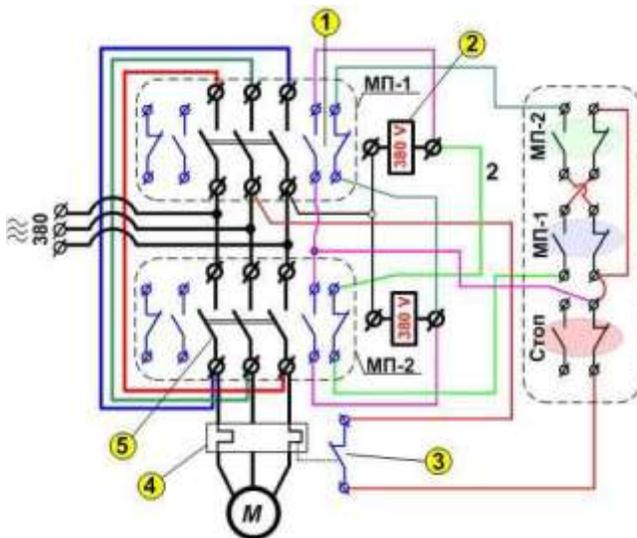

Рис.1 Реверсивная схема магнитного пускателя
8. Какие контакты на рис.1 входят в цепь управления